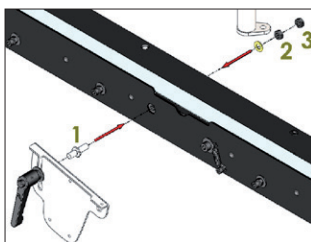

Abb. 8
- Stellen Sie sicher, dass die Klinge mit dem einstellbaren Hebel richtig befestigt ist (Abb. 8). Schrauben Sie zuerst die Mutter 1 fest. 2. Dann sichern Sie die Sicherungsmutter 3.